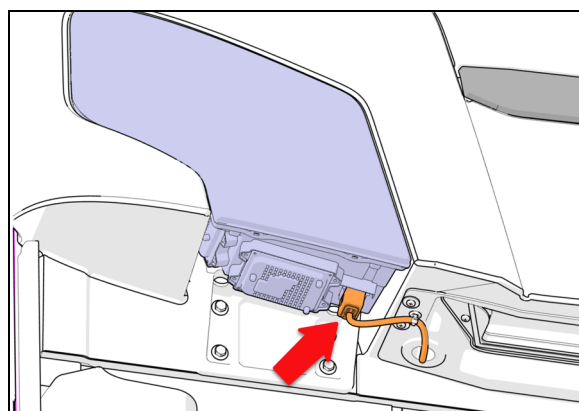

FIGURE 93
3. Débranchez le connecteur (Figure 93).